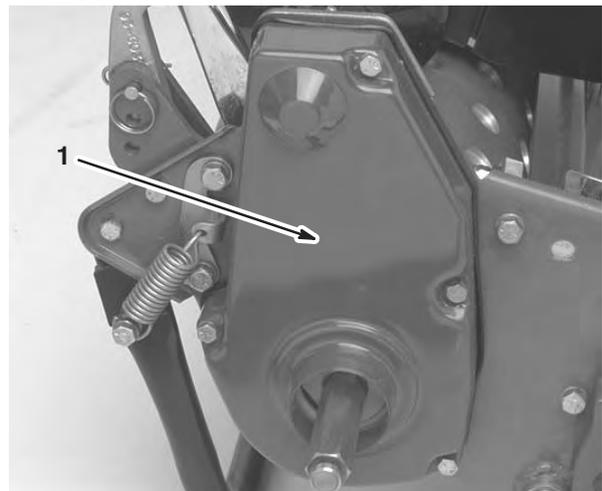

Figure 36
1. Retirez les vis de fixation du couvercle de la courroie et enlevez le couvercle pour exposer la courroie (Fig. 36).